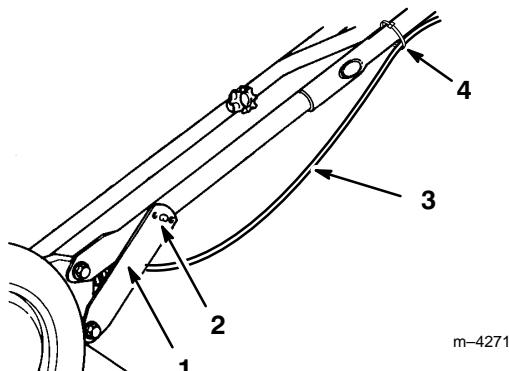

Figure 2
4. Ecarter légèrement les pattes de support du mancheron vers l'extérieur pour qu'elles ne gênent pas le pivotement du mancheron vers l'arrière en position de conduite (Fig. 2).
6. Ramener les pattes de support vers l'intérieur, et engager les goujons du mancheron dans le trou du milieu des pattes (Fig. 2).
8. Attacher le câble au mancheron supérieur à l'aide d'un collier (Fig. 2).